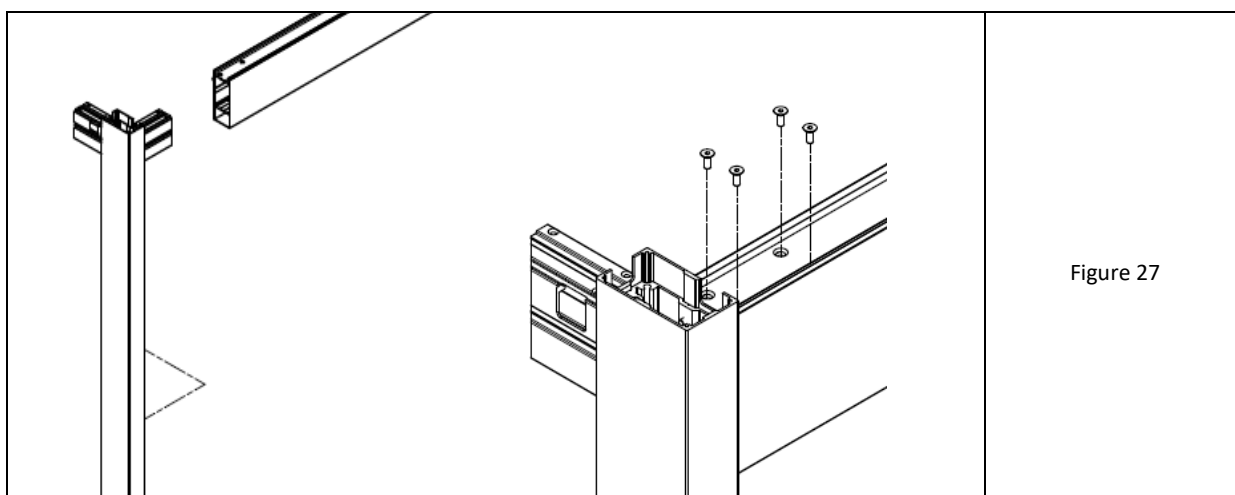

Figure 27
9. Assemblez le cadre transversal en le glissant dans la barre transversale (sans les ouvertures du mur) aux deux extrémités des poteaux précédemment assemblés (Fig. 27). Veiller à l'alignement correct des drains et des types de pieds.